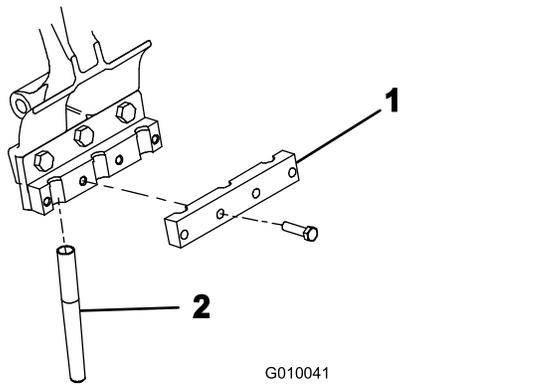

Figure 24
5. Fixez légèrement une bride de serrage sur chaque porte-louchets (Figure 24) à l'aide de 4 boulons ( $\frac{3}{8}$ " x  $1\frac{1}{2}$ "). Ne serrez pas les boulons.